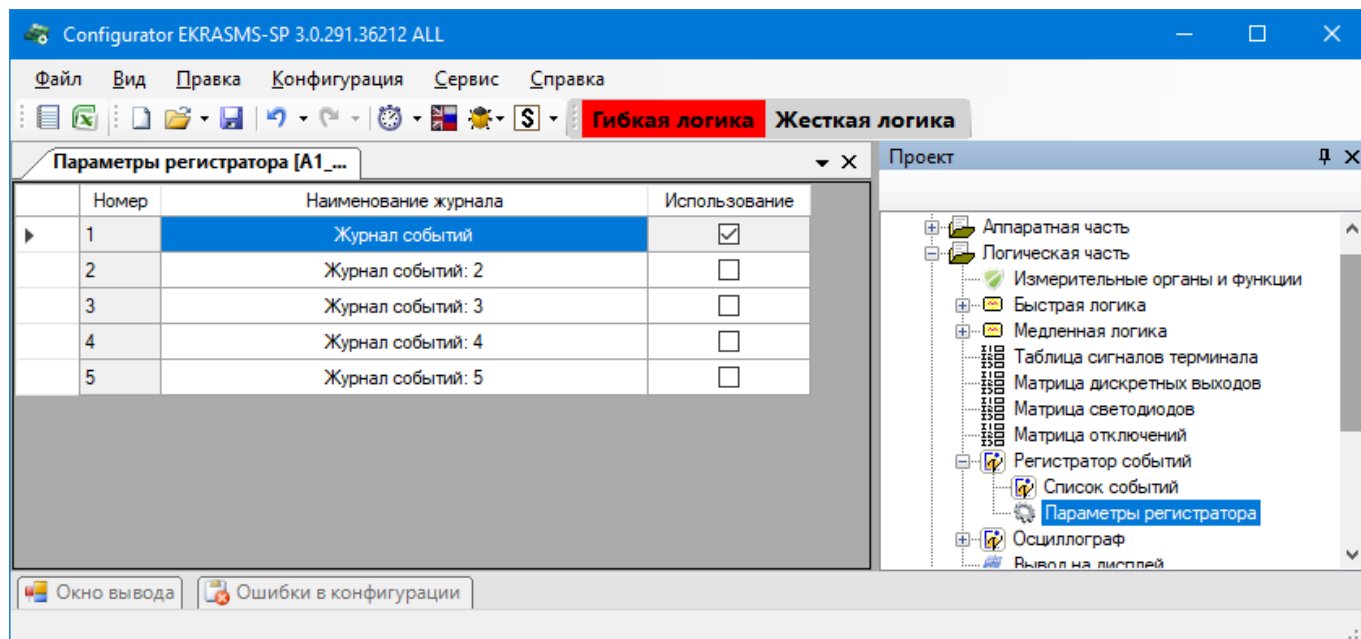

Рисунок 4.118
4.6.6.3 Окно **Параметры регистратора** (см. рисунок 4.118), пункт меню «дерева» проекта **Логическая часть** → **Регистратор событий** → **Параметры регистратора**, предназначено для настройки журналов событий.